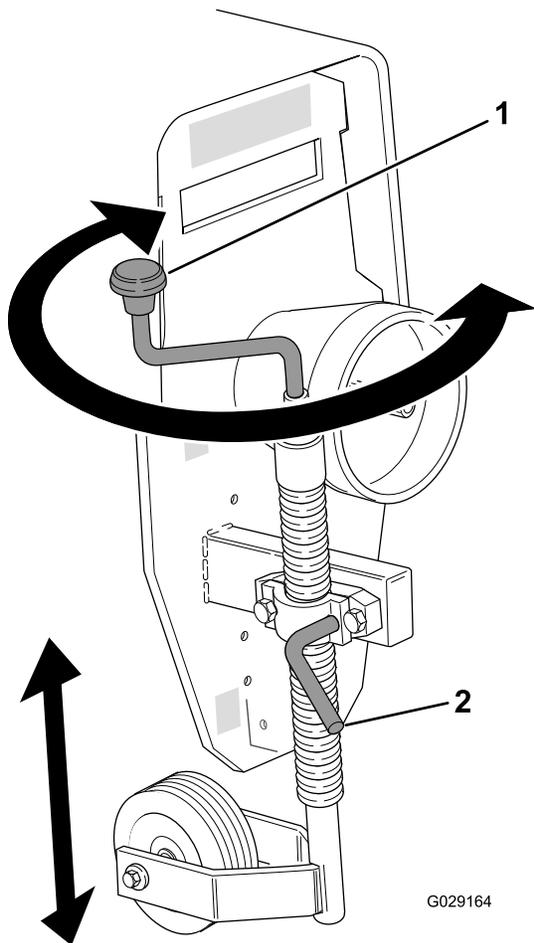

Figure 30
3. Appuyez la tondeuse sur la roue jockey comme suit (Figure 30) :